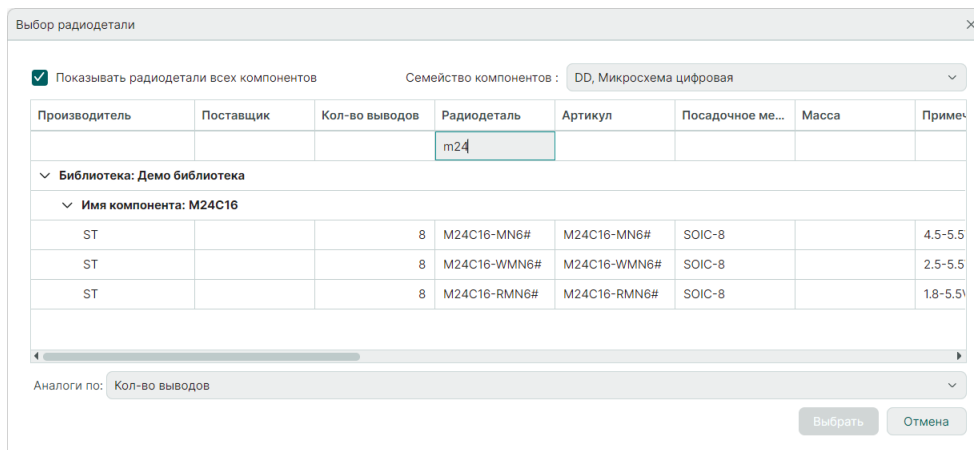

Рис. 99 Поиск по значениям атрибутов
7. Для осуществления поиска в окне «Выбор радиодетали» введите часть значения атрибута в строке под интересующим заголовком. После этого система отобразит значения атрибутов, которые содержат введенные символы, Рис. 99.